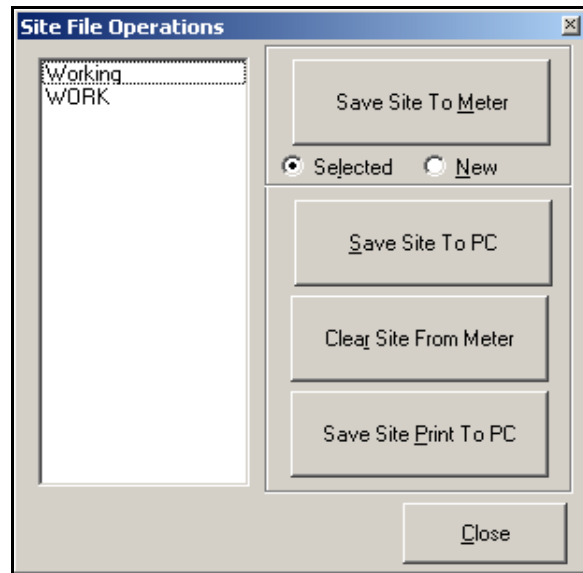

Рис. 51: Окно *Site File Operations* (Операции с файлами объекта)
- Нажмите кнопку [Site Files] ([Файлы объекта]). Откроется *окно Site File Operations* (Операции с файлами объекта) показано на *Рис. 51* внизу.